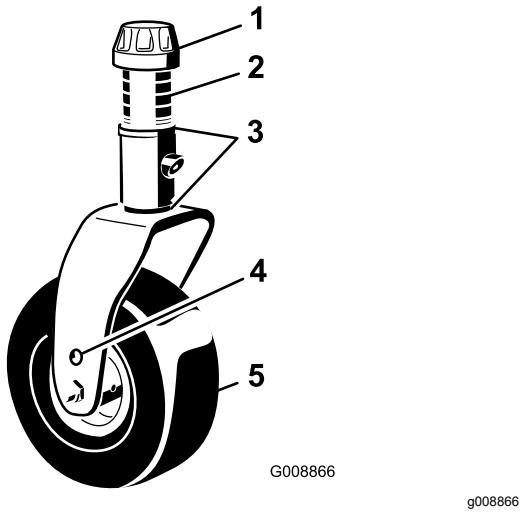

Рисунок 29
- Отрегулируйте количество 3-миллиметровых регулировочных прокладок на вилке (вилках) передних поворотных колес так, чтобы высота скашивания соответствовала указанному на наклейке значению (Рисунок 29); см. Регулировка высоты скашивания (страница 30).